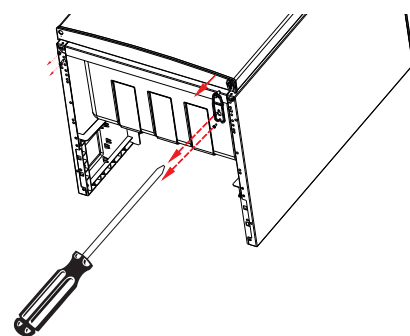

Fig. 2
- Desatornille los dos tornillos de sujeción de la bisagra inferior con un destornillador de estrella y extraiga la bisagra de la carcasa del frigorífico (fig. 2).